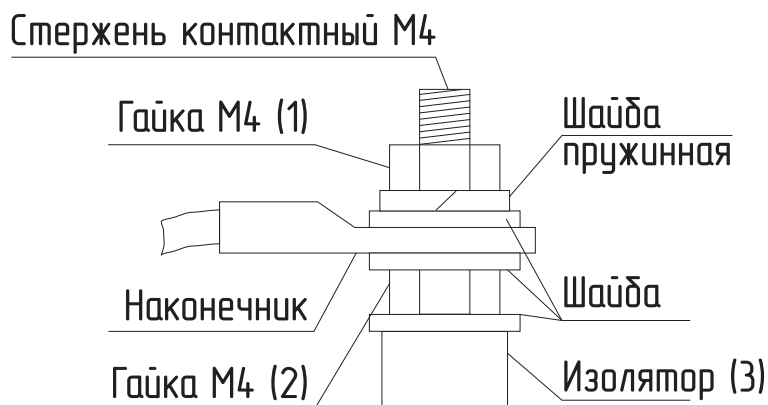

**Рис. 19 Присоединение проводов к выводам блок ТЭН**
- Гаек на контактных стержнях ТЭН с усилием 1,8 Нм (см. Рис. 19);
- При замене блока ТЭН присоединение фазных проводов к выводам блока ТЭН производить согласно **Рис. 19**. Сечение кабеля указано в **Табл. 2, Табл. 3**;
- Провод нейтрали N подключить на перемычку блока ТЭН (**Рис. 19**).